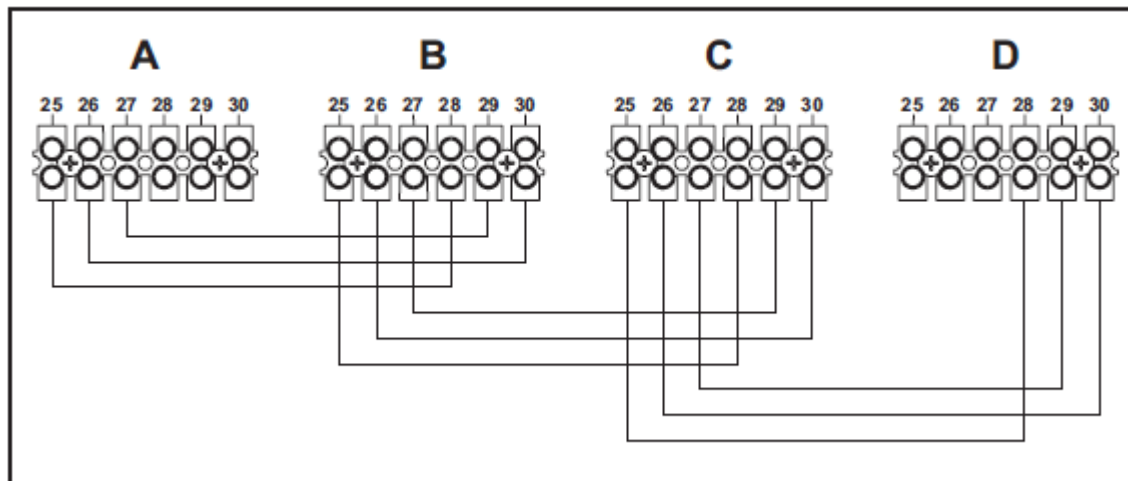

рис. 31 – Подключение каскадом
1. Подсоедините модули, как показано на рис. 31
Если такого не наблюдается, отключите электропитание и проверьте проводку и соединения по рис. 31.